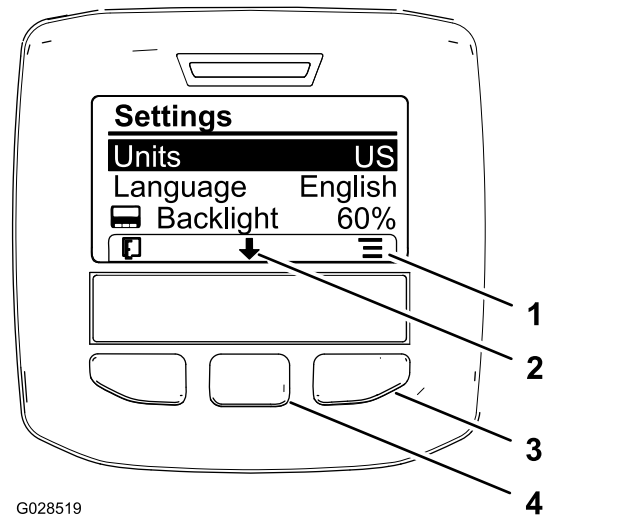

Figure 9
1. Pour changer d'unité de mesure, appuyez sur le bouton de sélection central pour naviguer jusqu'à l'option UNITÉS (Figure 9).
2. Appuyez sur le bouton de sélection droit pour changer la liste des unités affichées (Figure 9).
1. Pour changer la langue de l'affichage, appuyez sur le bouton de sélection central (situé sous la flèche vers le bas dans l'affichage) pour déplacer l'option de langue sélectionnée (Figure 9).
2. Appuyez sur le bouton de sélection droit (situé sous l'icône de liste dans l'affichage) pour mettre en surbrillance la langue qui sera utilisée dans l'affichage (Figure 9).